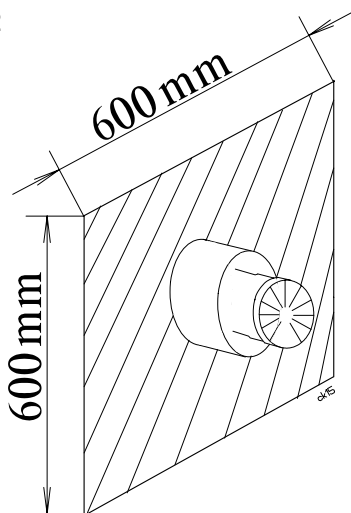

Fig. 3
- Rond de muurdoorvoer mogen zich in een gebied van 600 x 600 mm geen hindernissen (bvb. vensterbank, regenpijp, enz.) bevinden (zie fig. 3).
- Aucun obstacle (p. ex. rebord de fenêtre, tuyau eau de pluie, etc.) ne peut se trouver dans une zone de 600 x 600 mm autour de l'évacuation murale (voir fig. 3).